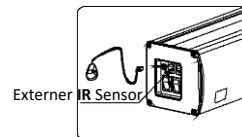

Abbildung 27
3. Für die versteckte Montage, wenn das IR-Fensterchen ist nicht direkt sichtbar, schließen Sie bitte den externen infraroten Sensor an den relevanten Anschluss des Leinwandsteuerungsblocks an und den Empfänger so positionieren, sodass er für den IR-Signal der Fernbedienung erreichbar ist (Abbildung 27)